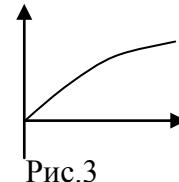

Рис.3
3. Количество ТО и их трудоемкости проведения (рис.3)